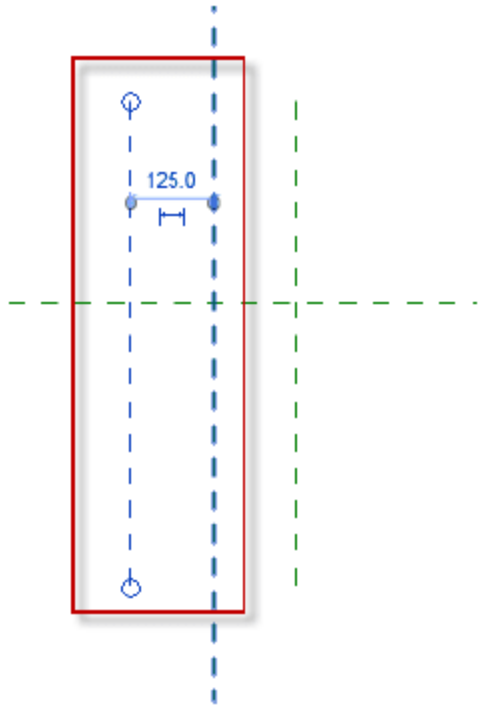

图 9.2.43 镜像绘制
(3) 辅助线的镜像。选择绘制完成的辅助线，按两下快捷键 M，然后单击中心线，完成镜像绘制，如图 9.2.43 所示。